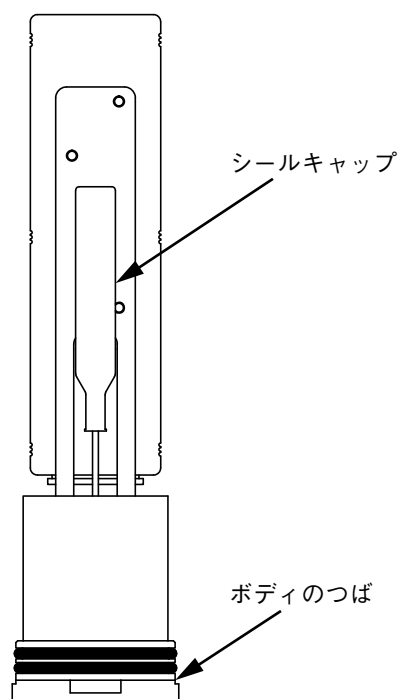

図9-8. シールキャップの向き
- ① ボディはハウジングの中に入れ、ボディのつばがハウジングにあたるまで押し込んでください。このときシールキャップの先端が検出器の上方を向くようにしてください。(➡図9-8)